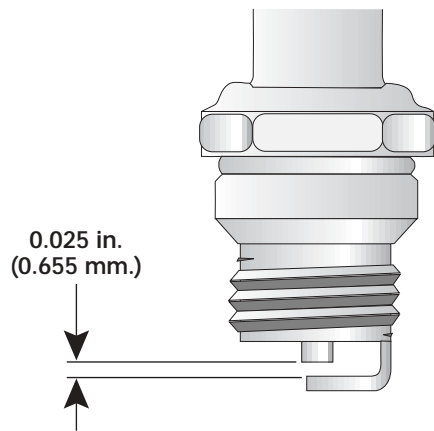

Fig. 44
3. Cambie las bujías que estén rajadas, sucias o deterioradas. Fije la separación de aire a 0.025 pulgadas (0.655 mm.) utilizando un calibrador (Fig. 44).